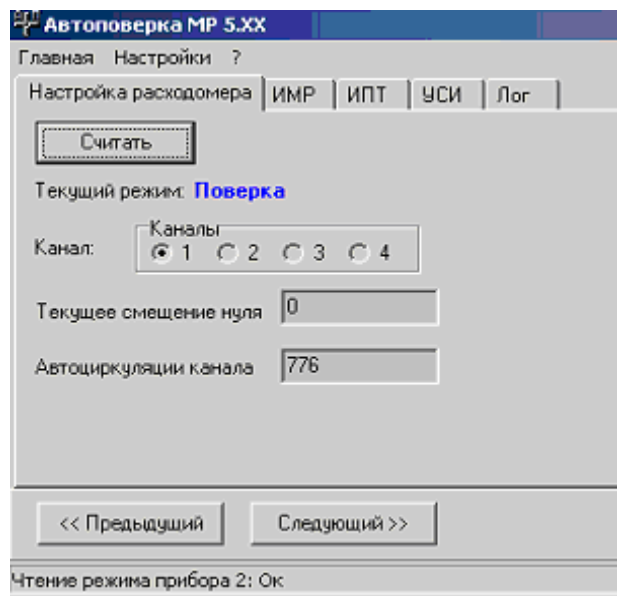

Рис. 19. Вид вкладки «Настройка расходомера».
2.5.3.4. Нажать кнопку **Следующий** (либо кнопку **Предыдущий**, если описывали токовый выход) и в открывшейся вкладке **Настройка расходомера** выбратьверяемый канал. Провести подсчет числа автоциркуляций, нажав кнопку **Считать** (рис.19).